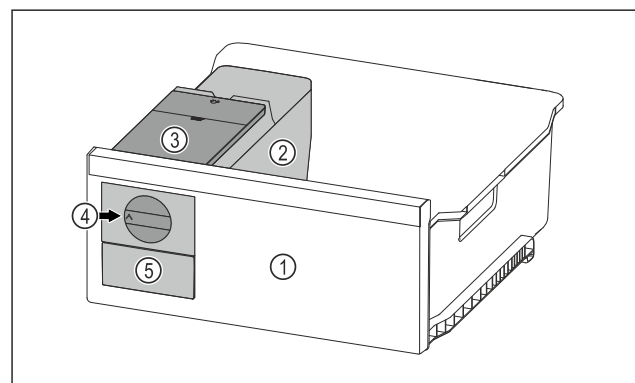

Fig. 28 Ілюстративне зображення
- ▶ Поворотну ручку Fig. 28 (4) повернути за годинниковою стрілкою до упору.
- ▷ Кубики льоду випадають із ванночки для кубиків льоду у висувний ящик для кубиків льоду Fig. 28 (5). Якщо не всі кубики льоду виймаються з ванночки для кубиків льоду: